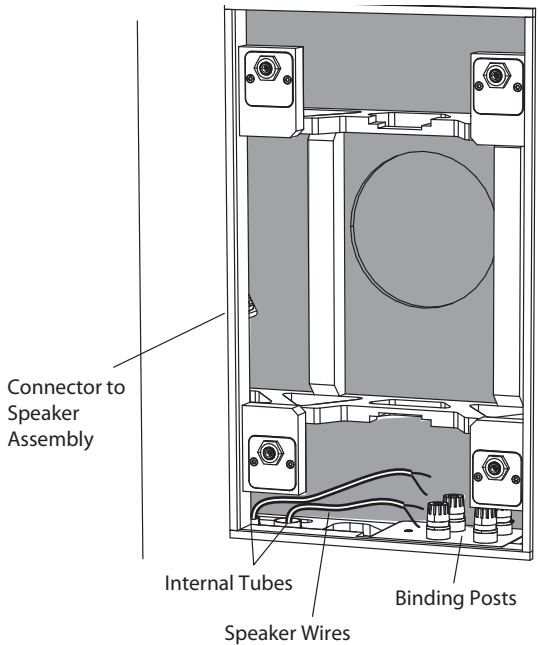

Fig. 5. Instalação do fio do alto-falante nos terminais da lata traseira
4. O fio positivo do seu amplificador deve ir para um dos terminais vermelhos (positivos) dentro da lata posterior (Fig.5). O fio negativo do seu amplificador deve ser conectado a um dos terminais pretos (negativos). Você pode usar os outros terminais vermelho e preto para passar a fiação do alto-falante do outro prensa-cabo para outro alto-falante.